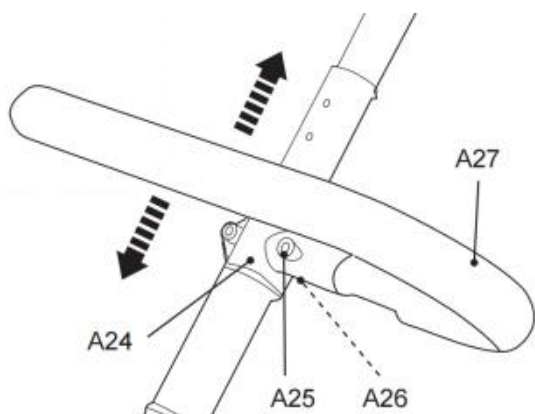

Fig. 35
2. Skjut fästet (A24) uppåt eller nedåt till ett av de tre lägena tills monteringshålen är i linje (bild 35).